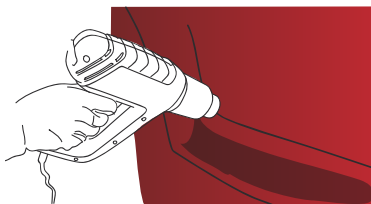

Abbildung 14
- › Sobald die Arbeit beendet ist, erhitzen Sie alle Stellen, die stark verformt wurden, auf 80 °C bis 90 °C, um das Produkt endgültig zu thermoformen. (Abb. 14)